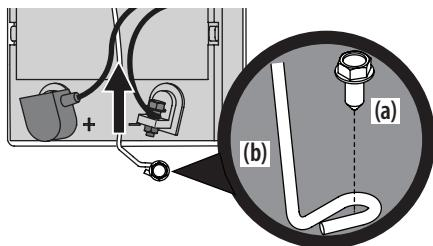

Figura 15
3. Extraiga el tornillo de cabeza hexagonal con arandela (a) que sujetla la barra de sujeción de la batería al marco (b). Luego levante la barra de sujeción (b) de la batería para liberar la batería. Consulte la Figura 15.